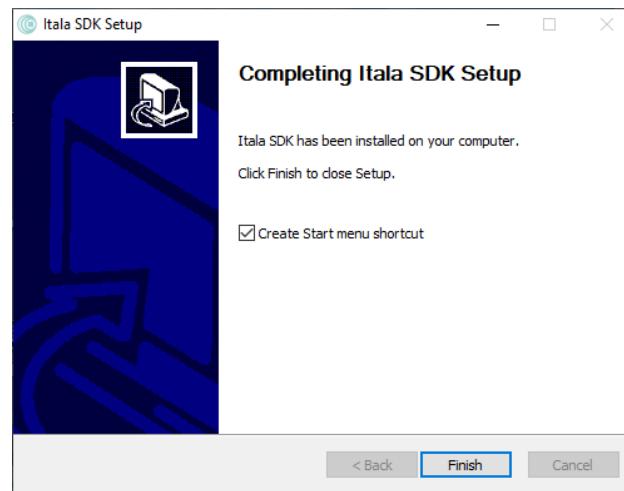

Figure 28: Itala SDK 安装成功完成。
7. Itala SDK 将自动完成安装。可通过进度条监控安装状态。安装完成后, 将显示确认窗口 (Fig.28)。